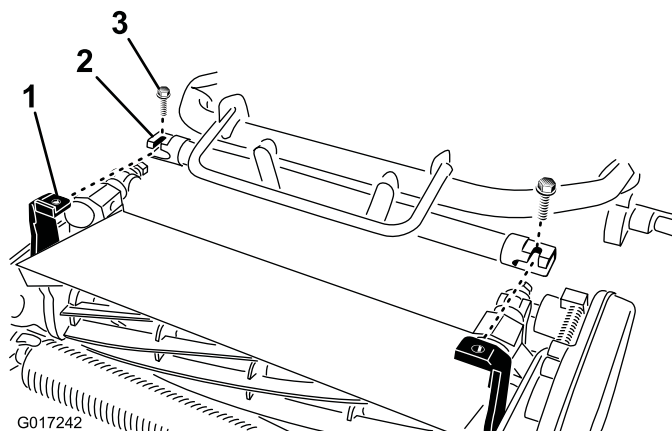

Figura 5
4. Mueva el bastidor de la unidad de tracción (Figura 5) hacia adelante hasta que se acople en los brazos de pivote de la unidad de corte.
5. Sujete el bastidor de la unidad de tracción a los brazos de pivote de la unidad de corte con 2 pernos (3/8 x 3/4 pulgada) (Figura 5).